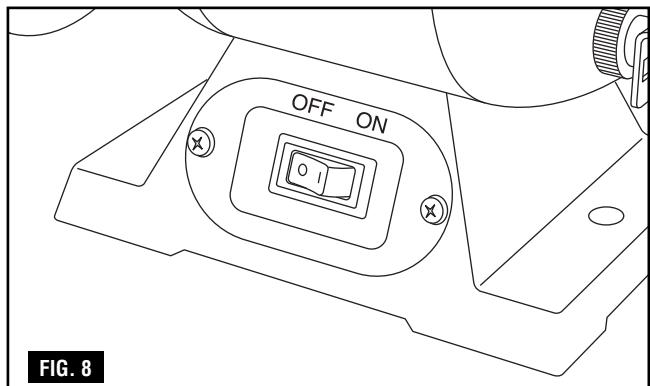

FIG. 8
**Para arrancar la amoladora:** Presione el lado derecho del interruptor. Para apagar la amoladora, presione el lado izquierdo del interruptor. Las posiciones de "ENCENDIDO" y "APAGADO" están estampadas en la placa del interruptor (Fig. 8). Si la amoladora no arranca inmediatamente, APÁGUELA, desconecte el cable de alimentación y compruebe el voltaje en la fuente de alimentación.